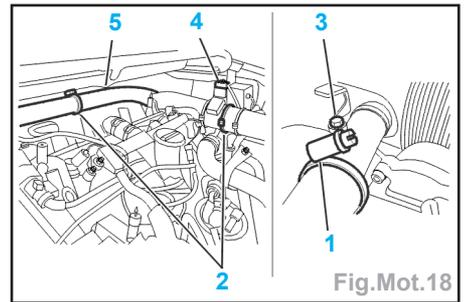

Fig.Mot.18
- Déposer (Fig.Mot.18) :
- les colliers (1) et (2),
- la vis (3).